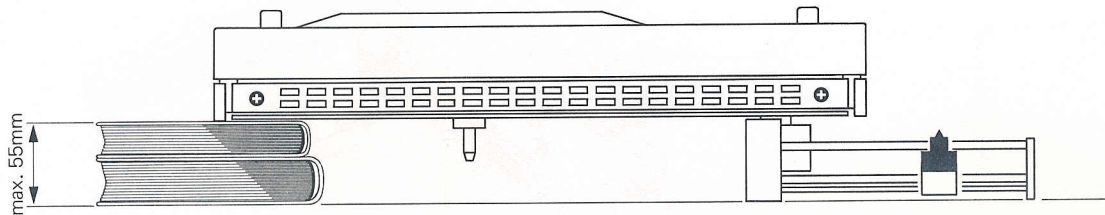

Fig. 1
- Plattenspieler mit der Oberseite auf die Unterlage und die ausgeschwenkte Tonarmführung legen (Fig. 1)
- Turn over the complete turntable and place it onto that support (fig. 1)
- Tournez la table de lecture à l'envers et posez-la délicatement sur son bras et sur la cale (fig. 1)
– Tonabnehmer so justieren, dass die Nadelspitze genau im Zentrum des kleinen Loches (A) auf der Einstelllehre erscheint und der Tonabnehmer parallel zu den roten Linien verläuft
– Die beiden Befestigungsschrauben (B) festdrehen
– Position the cartridge so that the stylus appears exactly centered in the small hole (A) of the alignment gauge while adjusting the cartridge body parallel to the red lines
– Now tighten the two mounting screws (B), taking care not to shift the cartridge
– Ajustez le phonocapteur de façon à ce qu'il soit parallèle aux lignes rouges et que sa pointe de lecture apparaisse exactement au centre du trou (A)
– Serrez les deux vis de fixation (B)